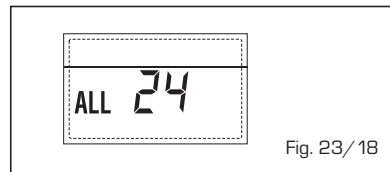

Fig. 23/18
**- ANOMALIA SONDA FERVIDOR SOLAR (S2) "ALL 25"** (fig. 23/19)